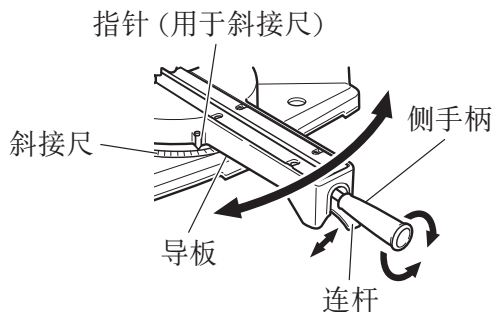

图 17
(1) 松开侧手柄，并向上推动角度止动片的连杆。然后调节回转台，直至指针与斜接尺上的所需设定对齐 (图 17)。
(2) 重新拧紧侧手柄，确保回转台处于所需位置。
(3) 斜接尺指示角尺的切割角度和分级尺上的倾斜度。
(4) 倾斜度是指高度相对要移动三角形